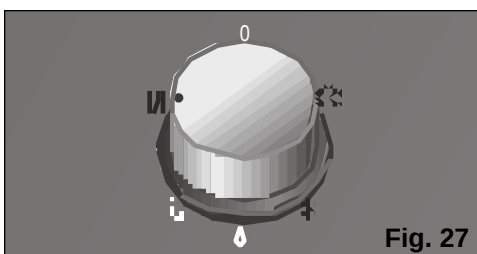

Fig. 27
- ☐ Seleccionar la función calefacción. **Fig. 27.**